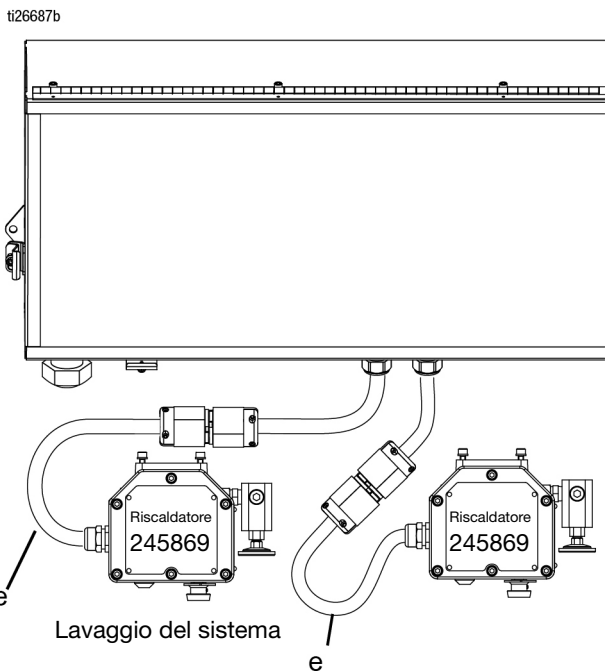

FIG. 16
- e. **Per i modelli per zone non pericolose,** collegare i cavi di alimentazione (e) per il riscaldatore del serbatoio e il riscaldatore di lavaggio. Vedere FIG. 16.